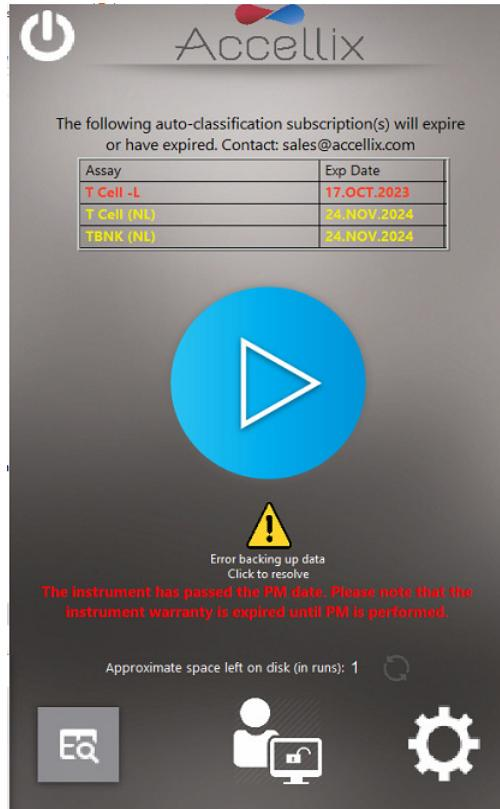

Abbildung 34: Startbildschirm mit aktivierter Anmeldung, Anzeige des Abonnementstatus, der Schaltfläche „Recopy“ (Erneut kopieren) und des PM-Status
**Hinweis:** Wenn automatische Klassifizierungsabonnements aktiviert sind und das Abonnement eines Assays innerhalb der nächsten 6 Wochen abläuft, werden der Name des Assays und das Ablaufdatum in einer Tabelle über der blauen Schaltfläche „Start“ in **gelb** angezeigt. Wenn das Abonnement eines Assays bereits abgelaufen ist, werden der Name des Assays und das Ablaufdatum in **rot** angezeigt (Abbildung 34).